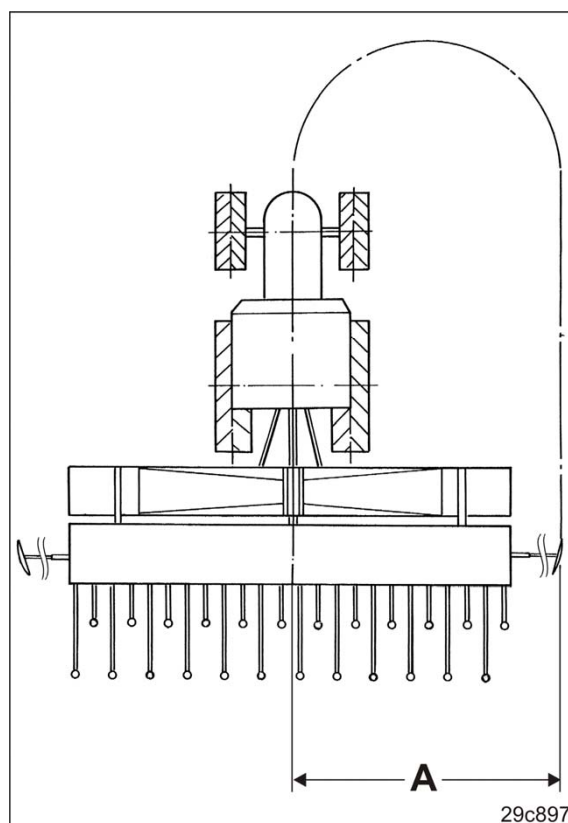

图 196
5. 将划行器长度设定为长度“A”[参见表格（图 196）]。